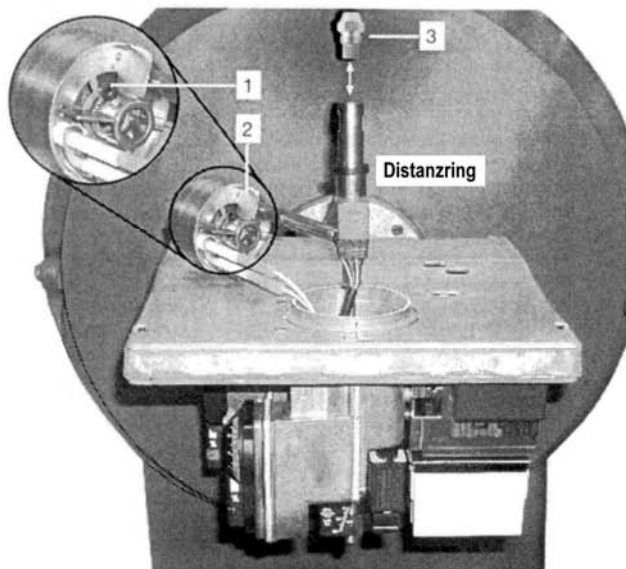

Abbildung 8
- Schraube 1 mit Innensechskant-Schlüssel 4 mm lösen und Mischeinrichtung 2 abnehmen (siehe Abb. 8).
- Vorhandene Düse entfernen und gewählte Düse 3 einschrauben (siehe Abb. 8).